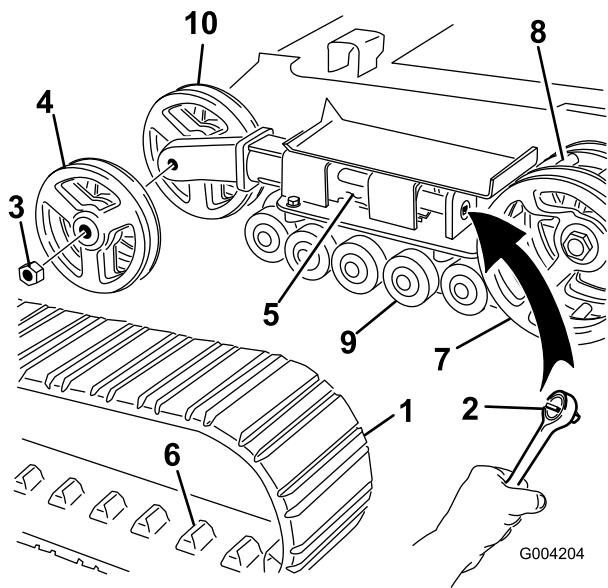

Bild 44
5. Drücken Sie das Spannrad zur Rückseite der Maschine, um den Druckschlauch gegen den Rahmen zu bewegen (Bild 44). (Wenn es den Rahmen nicht berührt, drehen Sie die Spannschraube so lange, bis es funktioniert.)
6. Nehmen Sie die Mutter ab, mit der das äußere Spannrad befestigt ist. Nehmen Sie das Rad ab (Bild 44).
7. Nehmen Sie die Kette ab (Bild 44).
8. Nehmen Sie die Mutter ab, mit der das innere Spannrad befestigt ist. Nehmen Sie das Rad ab (Bild 44).
12. Setzen Sie das innere Spannrad ein und befestigen Sie es mit der vorher abgenommenen Mutter (Bild 44).
14. Montieren Sie die neue Kette. Achten Sie darauf, dass die Stollen in der Kette zwischen die Zahnräder in der Mitte des Antriebsrads passen (Bild 44).
15. Setzen Sie das äußere Spannrad ein und befestigen Sie es mit der vorher abgenommenen Mutter (Bild 44).
4. Lösen Sie die Antriebsspannung mit einem Sechskantschlüssel (1/2 Zoll), indem Sie die Spannschraube nach rechts drehen (Bild 42 und Bild 44).